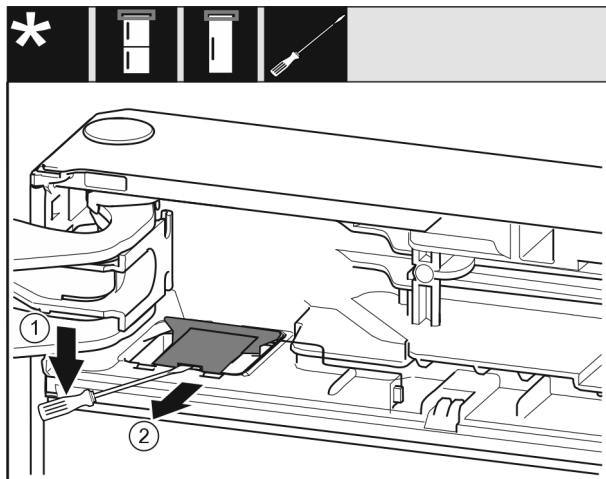

Fig. 10
- ▶ Με ένα ίσιο κατσαβίδι ξεκουμπώστε το κάλυμμα και αναμοχλεύστε το. Fig. 10 (1)
- ▶ Αφαιρέστε το κάλυμμα. Fig. 10 (2)